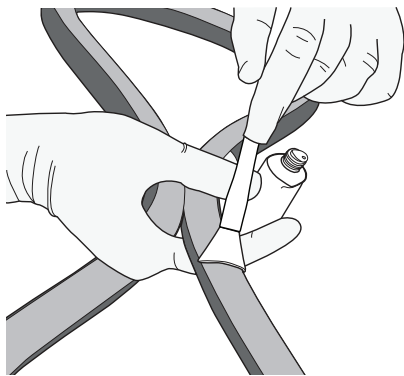

Ilustración 23. Infle el neumático hasta que la cinta de la base quede visible. Aplique una ligera capa de pegamento.
4. Infle el neumático hasta que tome forma y la cinta de la base quede visible (ilustración 23).